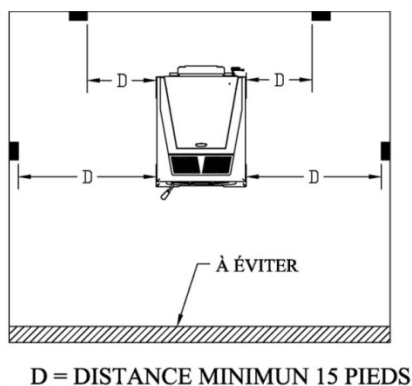

Figure 23
- Si vous utilisez un thermostat sans fil ou un contrôle à distance, vous pouvez loger le récepteur à l'arrière du panneau métallique ventilé couvrant le dos du poêle, sur le côté droit sous le bornier du thermostat. La plupart des récepteurs sont déjà équipés de terminaux à branchement rapide. Si c'est le cas, il vous suffit de débrancher les deux fils du bloc terminal et de les brancher directement aux fils du récepteur. L'emplacement du thermostat est très important afin d'obtenir la meilleure efficacité et le meilleur confort de votre EUROMAX. Le thermostat devrait être monté à environ 50 pouces du plancher sur un mur situé à une distance de 15 à 20 pieds du poêle. Évitez d'installer le thermostat directement devant l'appareil afin d'éviter les départs à répétition (voir figure 23).